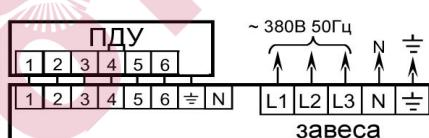

Рис. 3. Схемы подключения завес к электросети и пульту управления
- Подключить сетевой кабель и кабель пульта управления согласно маркировке на клеммных колодках (см. схему подключения завесы к электросети и пульту на рис. 3.) L1 желательно подключить к фазе с напряжением максимально близким к 220В.